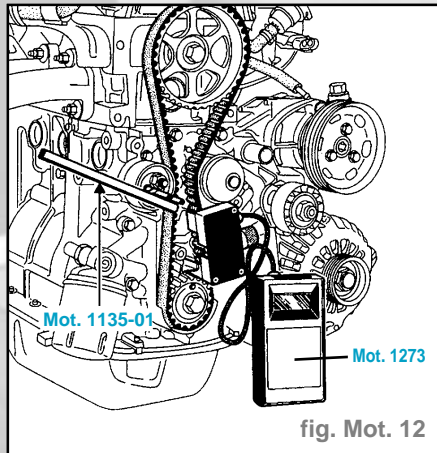

fig. Mot. 12
- a) Monter le **MOT. 1273** et à l'aide du **MOT. 1135-01**, effectuer une rotation du galet tendeur dans le sens inverse des aiguilles d'une montre jusqu'à l'obtention de la valeur de 20 US (tourner la molette du capteur jusqu'au déclenchement (trois "CLIC") (fig. Mot. 12).
- Monter le **MOT. 1273** et relever la valeur de la tension qui doit être de **20 ± 3 US** (tension de pose), sinon ajuster en modifiant la position du galet tendeur à l'aide du **MOT. 1135-01** et reprendre la procédure de tension en b) (fig. Mot. 12).